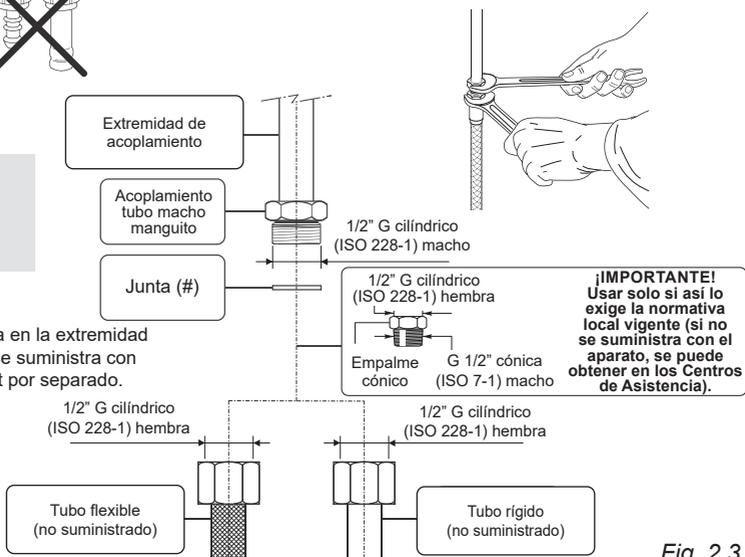

Fig. 2.3
- utilice dos llaves para fijar las piezas (fig. 2.3).
- para apretar el tubo rígido o flexible se utilizan 2 llaves (fig. 2.3).